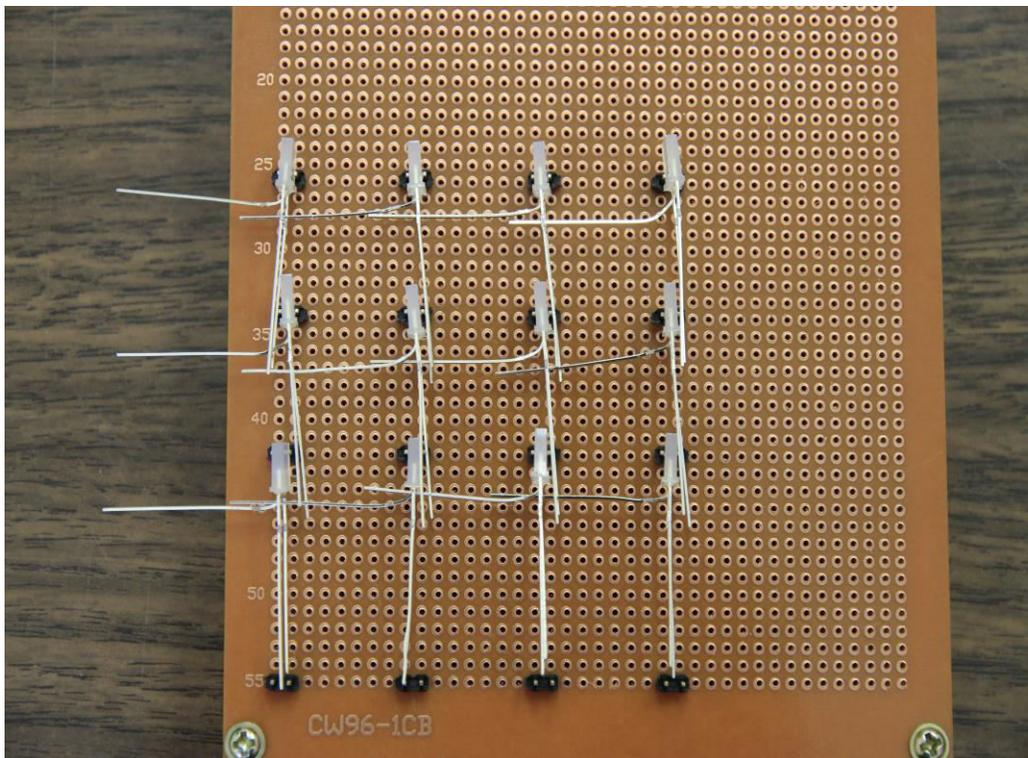

Figure 1 : L'arrangement des DELs sur la platine de prototypage
1. Commencez par installer les adaptateurs détachables sur la platine de prototypage (Voir Figure 1).